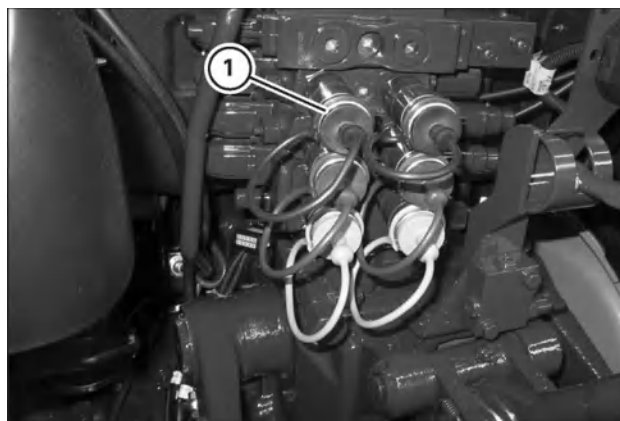

Рис. 5-69
По заказу трактор может оснащаться отводным клапаном (1) (рис. 5-69), который подсоединяется к первому вспомогательному гидрораспределителю, предварительно настроенному для работы с таким клапаном.